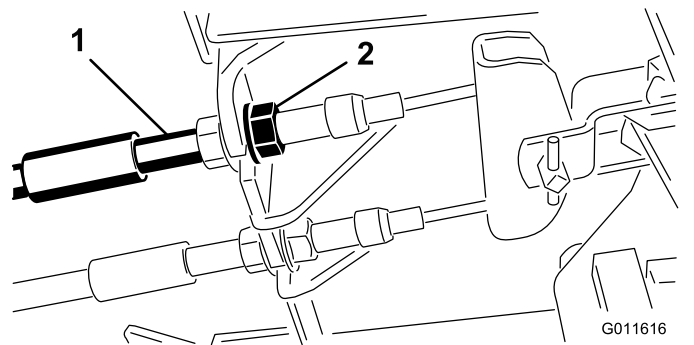

図 70
1. 遊びを減らすブレーキを締めるには、ブレーキケーブルのねじ山の前ナットをゆるめ、後ろのナットを締める図 70。